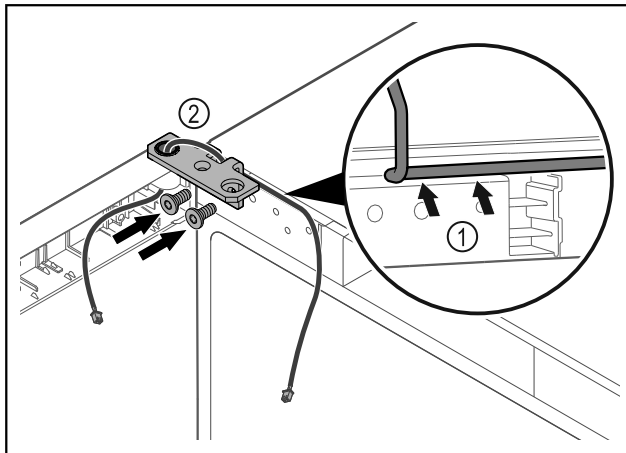

Fig. 37
- ▶ Før kabelen forsiktig gjennom åpningen i hengselvinkelen, og legg den omhyggelig på plass Fig. 37 (1).
- ▶ Skru på hengselvinkelen Fig. 37 (2).